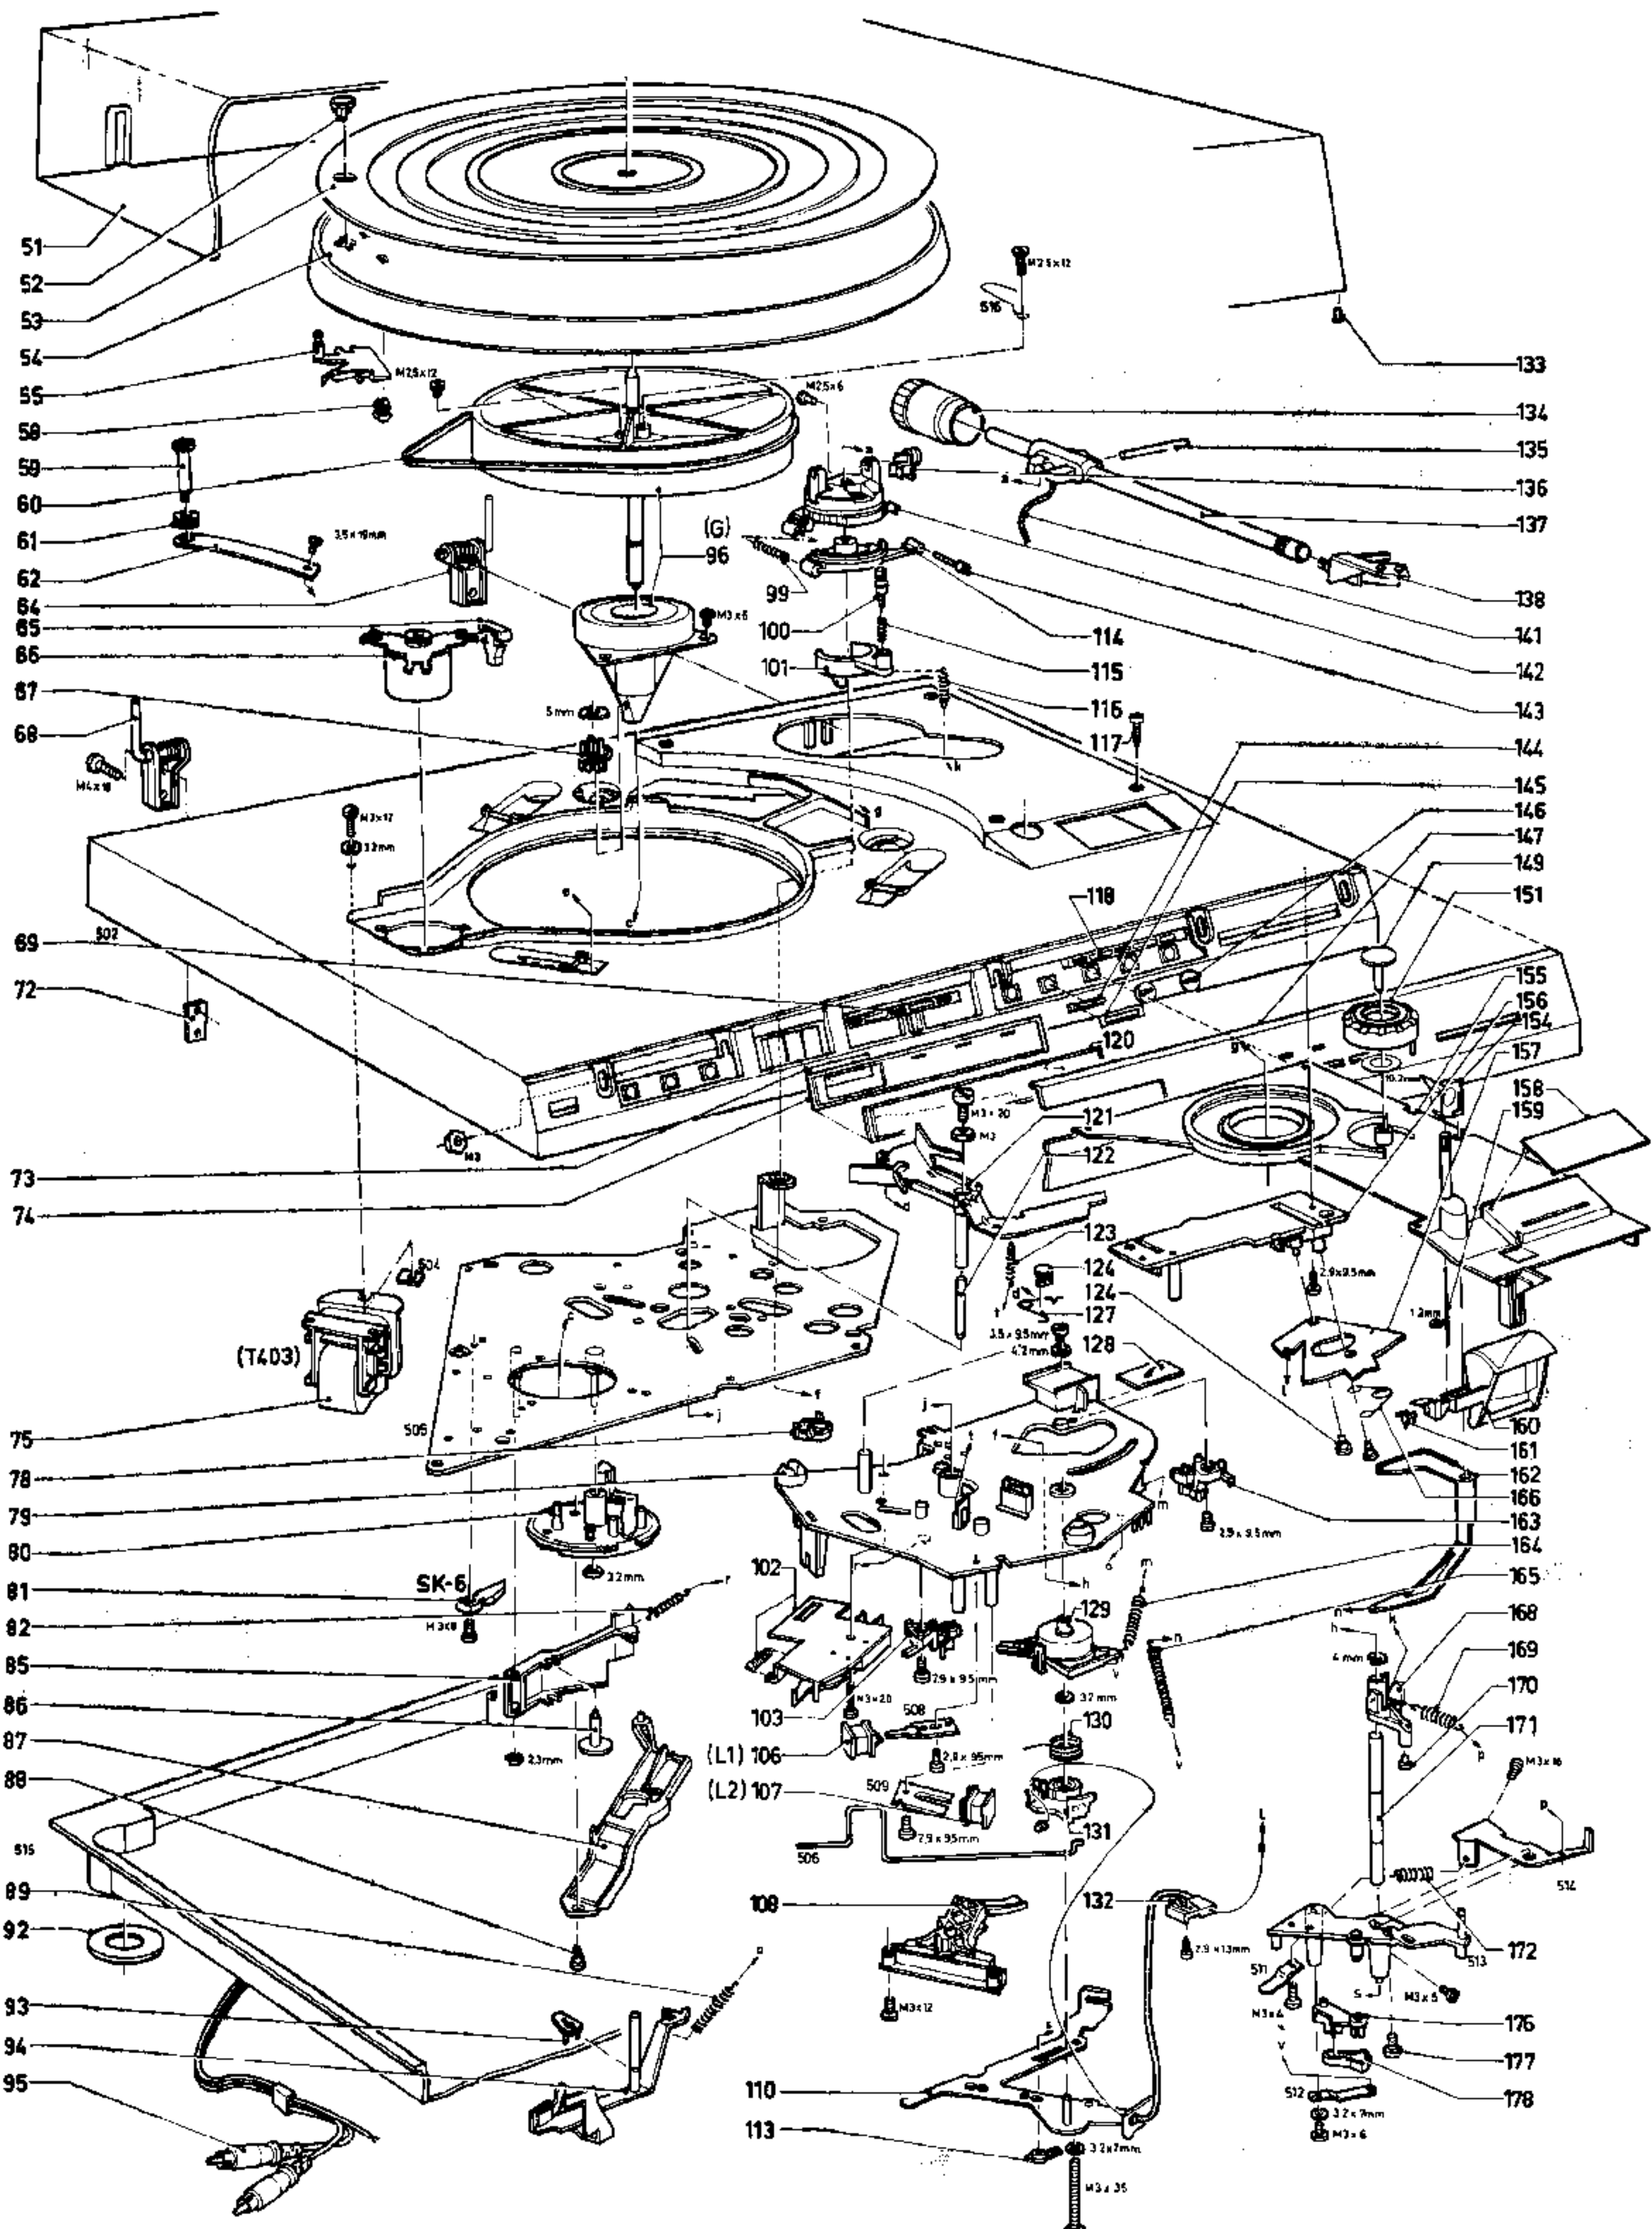

Fig. 11
**LIST OF MECHANICAL PARTS (Fig. 11)**